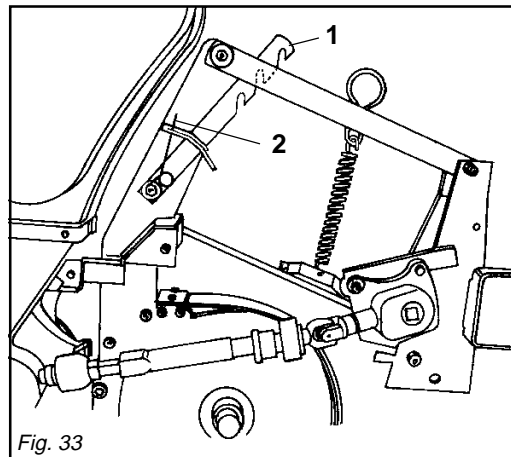

Fig. 33
- Sganciare la molla (2 Fig. 33),
- Riagganciare la molla (2 Fig. 33);
- *Un-hook the spring (2 fig. 33),*
- *Hook the spring back on (2 fig. 33);*
- Die Feder (2 Abb. 33) aushaken;
- Die Feder (2 Abb. 33) wieder einhaken;
- *Décrocher le ressort (2 Figure 33),*
- *Accrocher de nouveau le ressort (2 Figure 33).*
- Desenganchar el muelle (2 fig. 33).
- Reenganchar el muelle (2 Fig. 33).